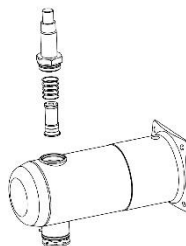

Abb. 16
- Schrauben Sie mit dem Schraubenschlüssel die obere Abschlusseinheit ab und entnehmen Sie die Feder und den Magnetkern. (Abb. 16)